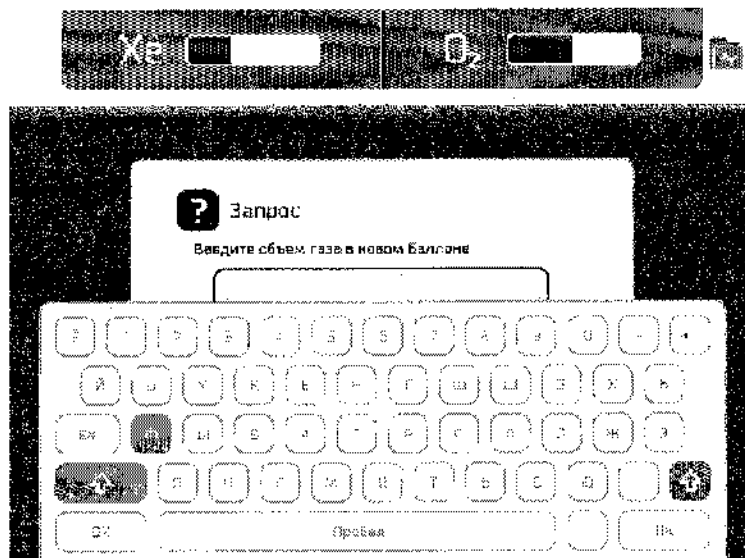

Рис.39 Информация о новом баллоне с ксеноном
- нажать кнопку «Новый баллон». Отобразится окно ввода объема газа в новом баллоне (Рис.39);